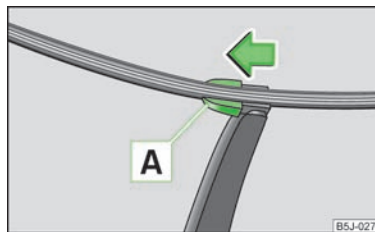

Abb. 31
- Den Scheibenwischerarm von der Scheibe abklappen und das Scheibenwischerblatt rechtwinklig zum Wischerarm stellen » Abb. 31.
- › Das Scheibenwischerblatt auf den Scheibenwischerarm setzen und die Sicherung **A** » Abb. 31 verriegeln.